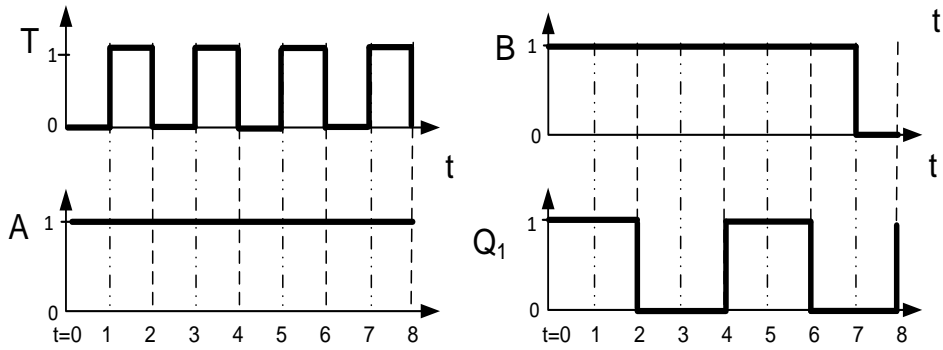
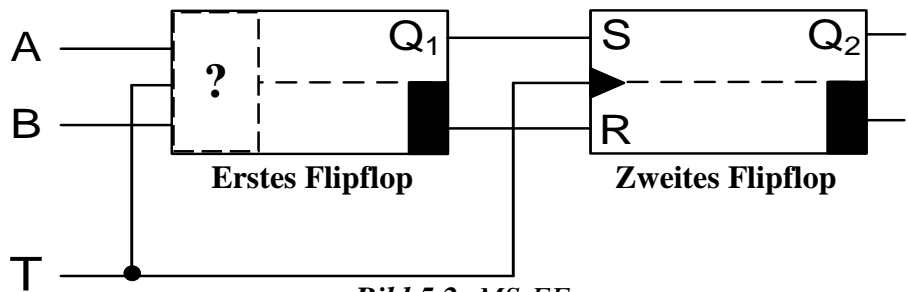

Bild 5.1: Zeitliche Verläufe des MS-FF
Bild 5.2: MS-FF
- a) Bestimmen Sie mithilfe der in Bild 5.1 gegebenen Verläufe die Art des ersten Flipflops des Schaltbilds (Bild 5.2) sowie dessen zugehörige Art der Taktsteuerung.
a) Art und Taktsteuerung des ersten Flipflops (markiert durch Fragezeichen in Bild 5.2):